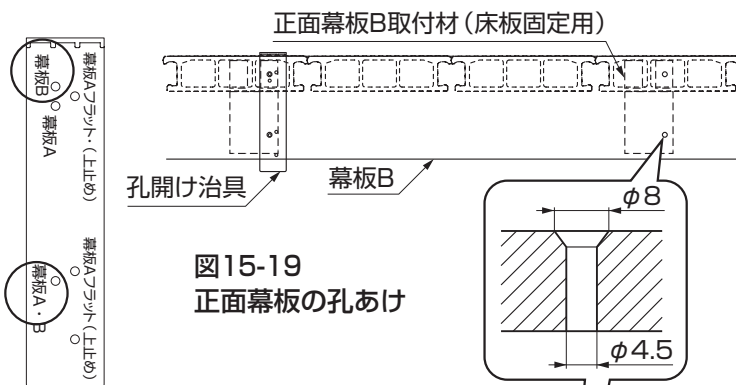

図15-19
②孔開け治具を使って、正面幕板B取付材(床板固定用)が付いている部分に、φ4.5の下孔とφ8サラ取りを幕板Bにしてください。(図15-19参照)